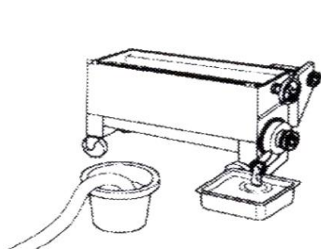

Рис. 22
- отсоедините трубку от насоса, будьте аккуратны, чтобы мезга, которая находится в насосе и трубке не забрызгала все вокруг (Рис. 22);